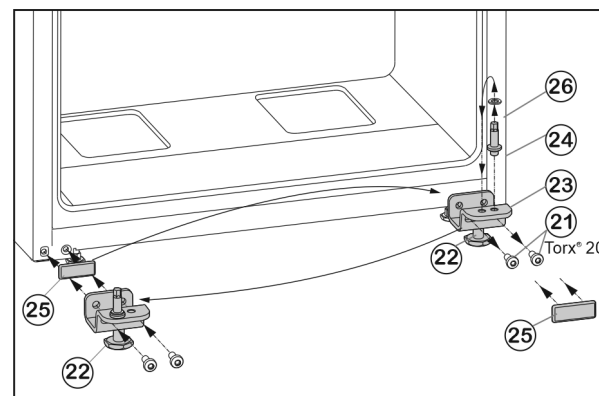

Fig. 7
- Desserrer les vis de fixation Fig. 7 (21).
- Retirer l'ensemble du support de palier inférieur Fig. 7 (23) avec le boulon de palier Fig. 7 (24), la rondelle Fig. 7 (26) et le pied de réglage Fig. 7 (22).
- Dévisser l'ensemble du boulon de palier Fig. 7 (24) avec la rondelle Fig. 7 (26), déplacer le tout dans le trou de préhension du côté opposé du support de palier et revisser fermement.
- Retirer avec précaution la plaque de recouvrement Fig. 7 (25) et la déplacer du côté opposé.
- Revisser l'ensemble du support de palier inférieur Fig. 7 (23) avec le boulon de palier Fig. 7 (24), la rondelle Fig. 7 (26) et le pied de réglage Fig. 7 (22) du côté de la nouvelle charnière, au besoin à l'aide d'une visseuse sans fil (**en appliquant un couple de 4 Nm**).
- Placer la porte inférieure depuis le haut sur le boulon Fig. 7 (24).
- ▶ Dévisser le pied de réglage Fig. 7 (22) au niveau du support de palier inférieur Fig. 7 (23) jusqu'à ce qu'il repose au sol.